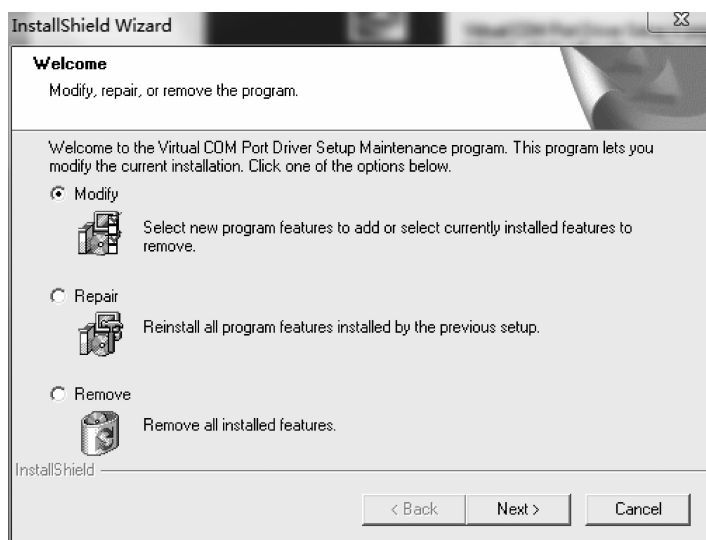

图 1.23 驱动安装界面 1
(2) 等待,直到出现图 1.23 界面,单击 Next 按钮。